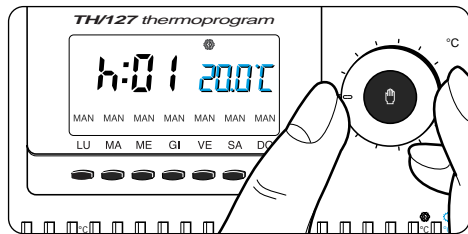

Fig. 25
9.2 - Impostare la temperatura desiderata tramite la manopola  (fig. 25).